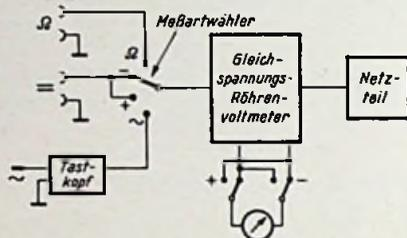

Bild 7. Am Eingang des Gleichspannungsteilers liegt der Meßartwähler für die drei Meßkanäle
Die in Bild 4, 5 und 6 erläuterten Stufen sind nun zu einer Gesamtschaltung zu vereinigen. Bild 7 zeigt das Prinzip. Das Gerät enthält drei getrennte Eingänge für Widerstandsmessungen, Gleichspannungsmessungen und für Wechselspannung (über Tastkopf). Die eigentliche Gleichspannungs-Meßstufe wird über einen Meßartwähler jeweils auf einen der Eingänge geschaltet. Das Anzeigeelement besitzt einen Polwender, um positiv
**Gleichspannungs-Röhrenvoltmeter.** Die beiden Röhrensysteme Rö 1 und Rö 2 aus Bild 4 werden von einer Doppeltriode ECC 82 gebildet. Zur Stromversorgung ist ein einfacher Einweg-Netzgleichrichter vorgesehen. Er enthält nur einen Ladekondensator, da der Stromverbrauch gering ist und infolge der Brückenschaltung das Meßinstrument nicht auf Brummreste anspricht. Gegenüber Bild 4 ist die Abzweigung am Spannungsteiler mit Hilfe von R 11 regelbar, um erstmalig den richtigen Arbeitspunkt einzustellen. Vor dem Gitter der Meßröhre liegt ein Siebglied aus 2 M $\Omega$  und 5 nF, um in der Meßspannung enthaltene Wechselfspannungsreste abzufiltern, damit der Zeiger des Instrumentes ruhig steht. Vor dem Siebwiderstand R 2 liegt eine Schaltebene S 5 des mehrteiligen Meßartwählers (vgl. Bild 7). Zwei weitere, damit gekuppelte Ebenen S 6 und S 7 liegen am Anzeigeinstrument. Sie dienen in den Stellungen + und - als Polwender (vgl. Bild 7), und sie schalten außerdem für die drei Meßarten je einen regelbaren Vorwiderstand R 12 bis R 14 vor das Meßwerk. Diese Widerstände dienen zur Eichung bei den einzelnen Meßarten. Die Spannungseichung ist so konstant, daß für R 12 und R 13 Trimmerpotentiometer mit Schraubenziehereinstellung gewählt werden können. Die Eichung für das Ohmmeter hängt von der Batteriespannung ab. Der Reglerknopf für R 14 ist deshalb auf der Frontplatte zugänglich.